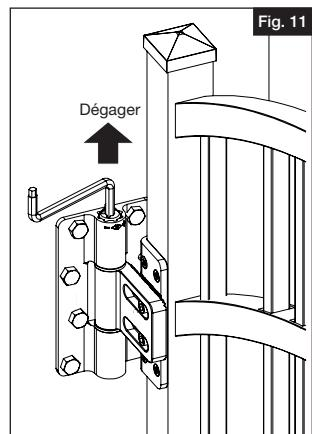

Fig. 11
- c.) Une fois que la tension désirée est réglée, simplement cesser d'appuyer sur la goupille de réglage de tension pour la verrouiller de nouveau dans le bâillet de la charnière. Les languettes sur la tête de la goupille s'enclencheront dans les encoches dans le bâillet de la charnière lorsque la goupille sera complètement verrouillée (Fig. 11).